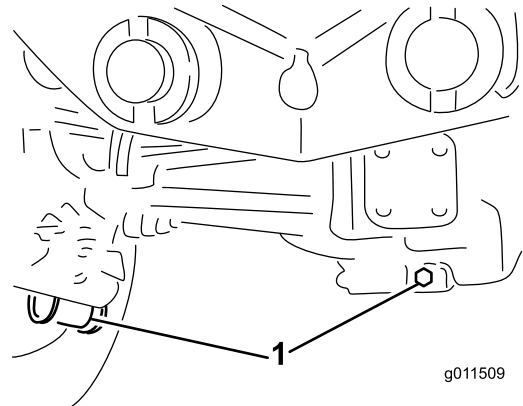

図 108
2. ドレンプラグそれぞれの端部に1本ずつ、中央に1本全部で3本の周囲をきれいにする 図 108。